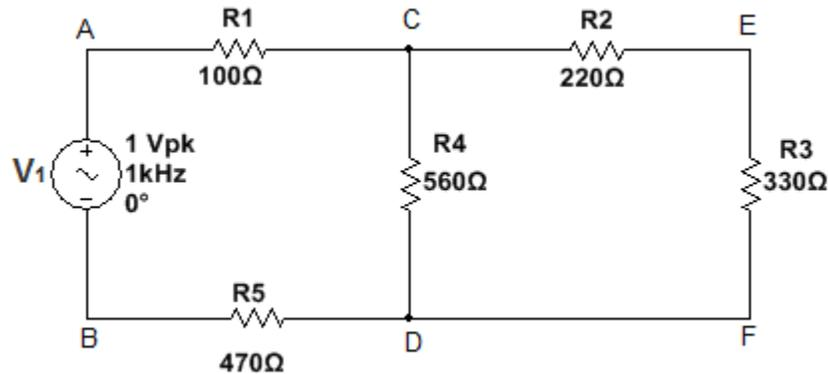

Figura 1.15. Circuito resistivo polarizado con corriente alterna.
5. Arme el circuito de la figura 1.15 (solo se reemplaza la fuente de directa por el generador de funciones). Ajuste el generador de funciones para que proporcione: